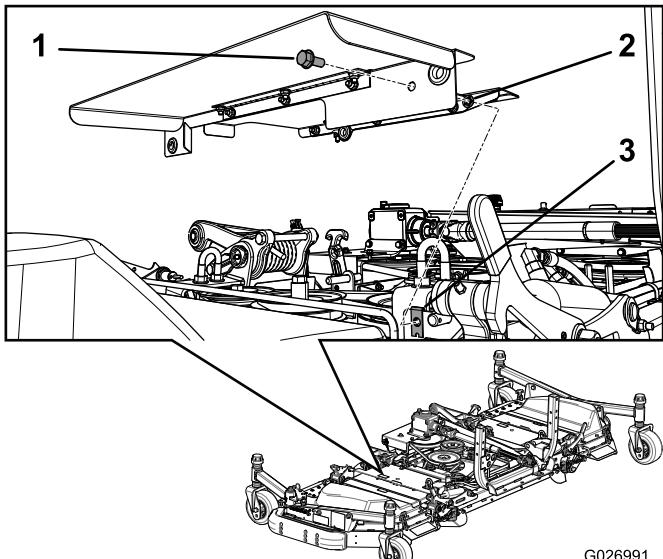

Figura 20
5. Montate un bullone e un dado in gabbia sulla protezione (Figura 20).
6. Montate le coperture combinate sul piatto (Figura 20).